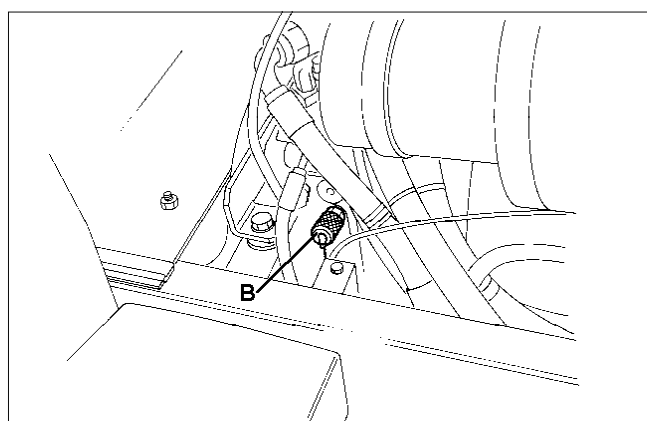

Fig.53
2. Presión de transmisión en reversa 210 bares (B Fig. 53);